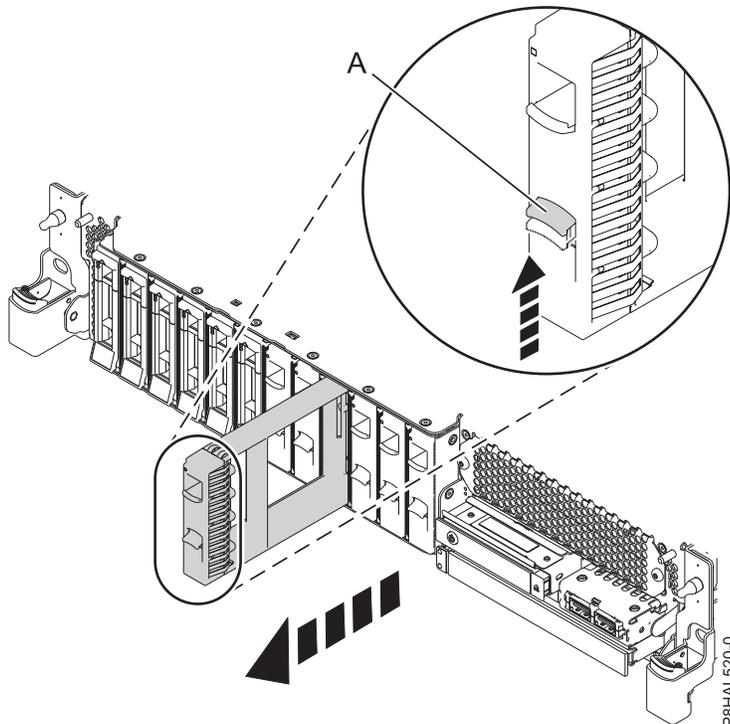

Figura 12. Extracción de un panel de relleno de unidad de disco de un sistema de función base
- a. Empuje el pestillo (**A**) en el asa del panel de relleno en la dirección que se muestra en la Figura 12 en la página 18.